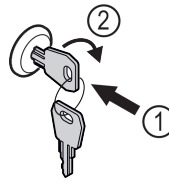

Fig. 45
- Shtyni çelësin brenda Fig. 45 (1).
- Rrotulloni çelësin me 90° në drejtimin orar Fig. 45 (2).